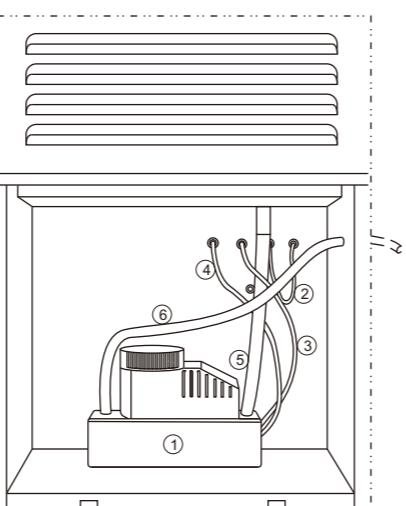

FIG . 4
- Débrancher le câble du signal Réservoir plein(②) de la prise centrale et l'enficher dans la prise droite pour le fixer.
- Brancher le câble d'alimentation(④, noir) de la pompe à eau(①) sur la prise gauche.
- Brancher le câble du signal Réservoir plein(③, bleu) de la pompe à eau sur la prise centrale.
- Connecter les flexibles d'aspiration(⑤) et d'éjection(⑥) de la pompe à eau (voir FIG.4)